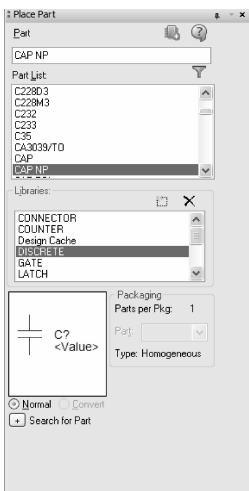

图 6-145 选择无极性电容元件
2) 放置无极性电容元器件。在“Place Part（放置元件）”面板中选择“DISCRETE. olb（分立式元件库）”，在元器件过滤列表框中输入“CAP NP”，在元件预览窗口中显示符合条件的元器件，如图 6-145 所示。将元器件放置到图样空白处。